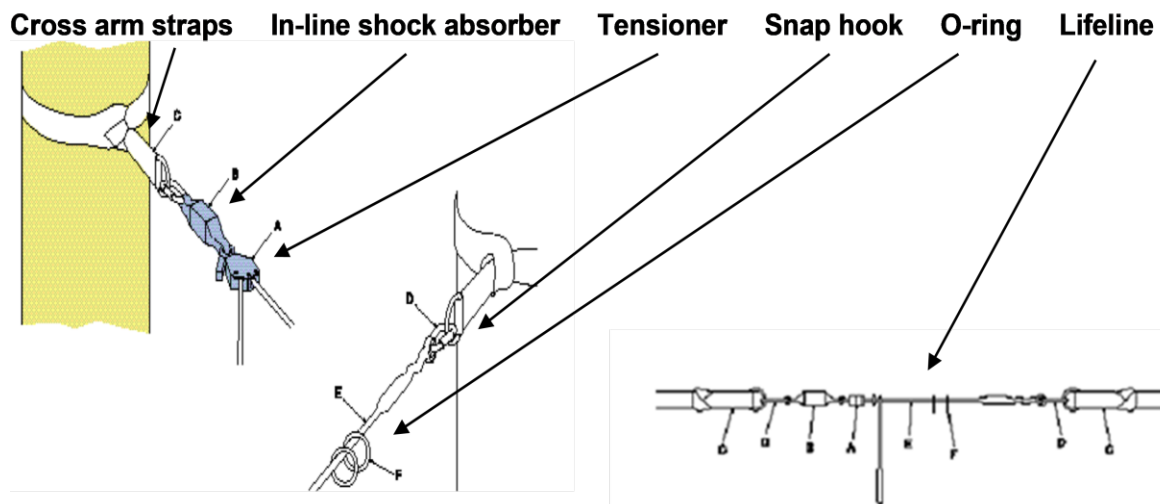

Fig. 4
extremo de la línea de vida y que no haya ninguna carga en el vigilante. Consultar la Fig.4
- 11) Retirar la holgura del sistema tirando de la cuerda a través y aplicando el tensor. Consultar la Fig. 4.